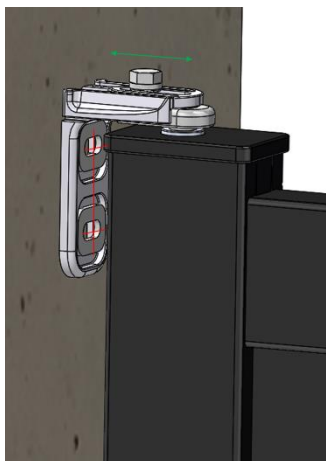
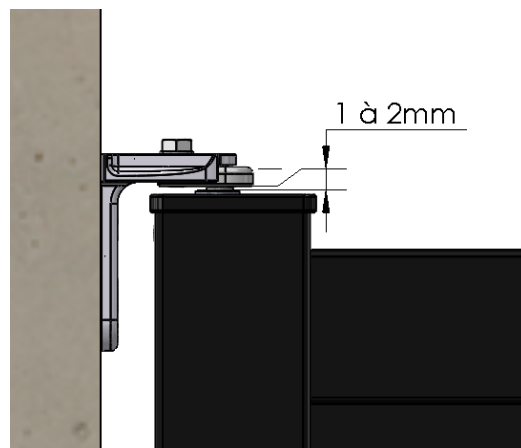

Figure 13
Figure 14
- a) Assembler le gond (**Figure 12**) sans le capot et sans serrer l'écrou de blocage pour que le pivot coulisse librement. Le positionner sur le montant. (Figure 13)
- b) Plaquer l'équerre sur le pilier et tracer la position du gond haut suivant (**Figure 13**) en veillant à laisser un jeu de $\approx 1\text{mm}$ entre le gond et le bouchon du portail (**Figure 14**).
Positionner la butée de sol dans l'axe du portail en position fermée en s'assurant d'un appui identique sur les 2 vantaux (**Figure 13**). Tracer, percer le seuil et fixer.
- Figure 13 -
Dans le cas où votre portail est motorisé, retirer la tige d'arrêt du sabot de sol en dévissant la vis sans tête du manchon sous le sabot. (**Figure 14**)